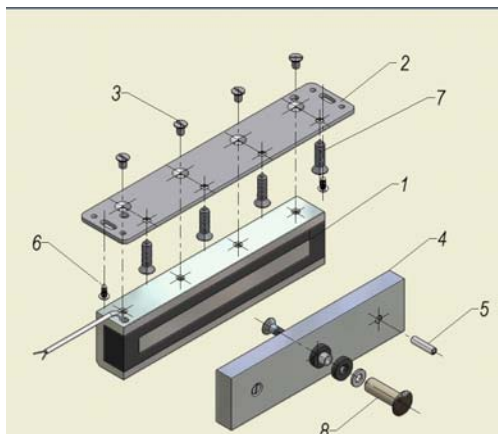

Рис. 1
В комплект поставки замка **AL-350FB-01** входит (рис.1):
5.4 Для обеспечения эксплуатационных параметров замка якорь при закрывании двери должен плотно прилегать к рабочей поверхности корпусной части, что достигается смещением корпуса замка вдоль регулировочных пазов пластины. Окончательное крепление корпуса замка выполняется саморезами (поз.7 рис.1).